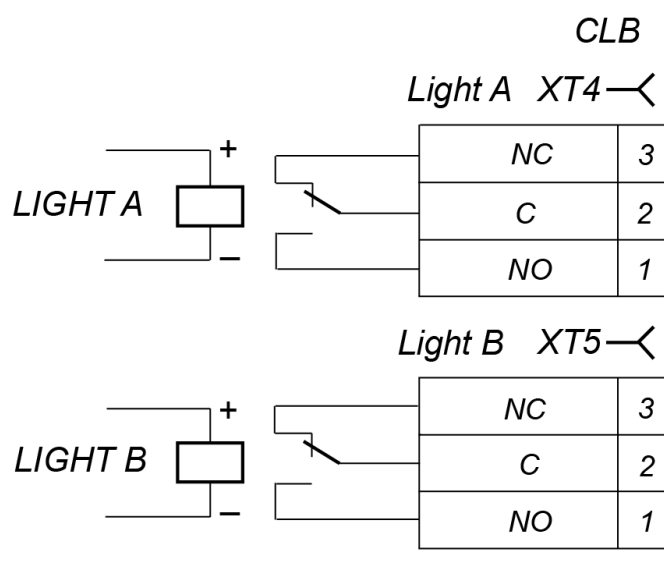

Рисунок 9. Выходные каскады для Light A и Light B
Выходные каскады для *Light A* и *Light B* – перекидные контакты реле (см. рис. 9) со следующими характеристиками сигналов:
- организовать зону прохода через стойку в соответствии с рис. 9;
Для обеспечения регистрации проходов при работе турникета под управлением контроллера СКУД, необходимо организовать зону прохода таким образом, чтобы при проходе через турникет осуществлялся поворот преграждающих планок на угол не менее 70° (см. рис. 9).